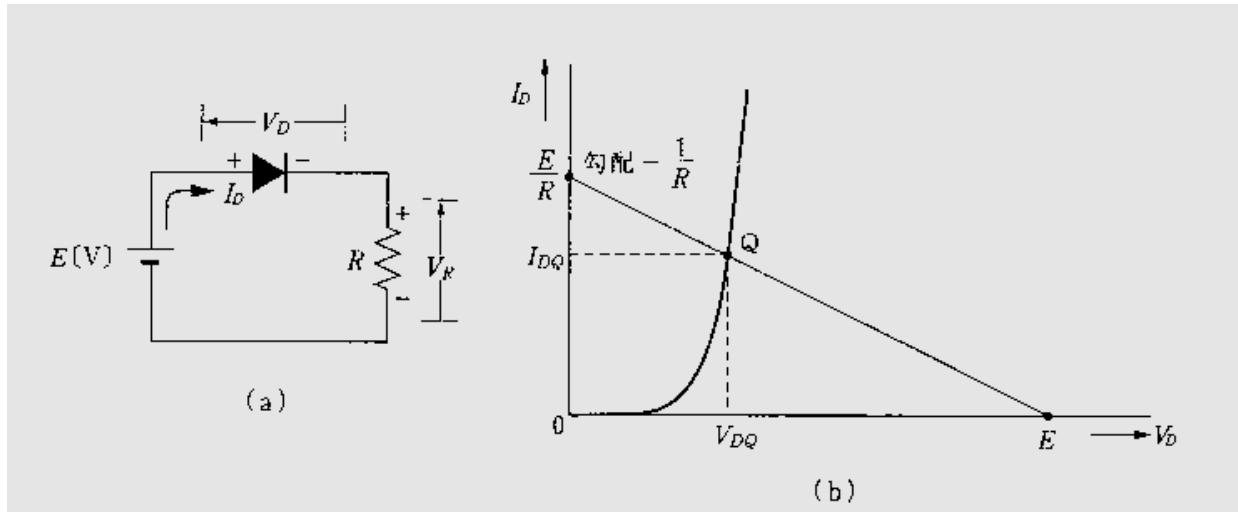

図2-9 ダイオードと抵抗の直列回路
- ① 電圧、電流の関係を示したグラフが直線にならない。
- ② 順方向でも、ある程度の電圧を加えなければ電流はほとんど流れない。
この性質を踏まえて、図2-9のように抵抗と直列に接続した回路について考えてみる。この回路で、全体に流れる電流と各部の電圧などについて調べる。ダイオードは上記①に示すように、電圧と電流の特性は非線形なので、一般に利用されるオームの法則をそのまま適用させることができない。
この式をグラフの中で表すと、図2-9 (b)に示す勾配 $-\frac{1}{R}$ の直線となり、 V_D と I_D はこの直線上の値をとらなければいけないことになる。一方、 V_D と I_D はダイオードの電圧・電流特性曲線上になければならない。したがって、両者が同時に成立する場所は、勾配 $-\frac{1}{R}$ の直線とダイオードの特性曲線との交点 Q における、電流と電圧となる。この電流 I_{DQ} は回路全体に流れる電流値で、 V_{DQ} はダイオードにかかる電圧となる。